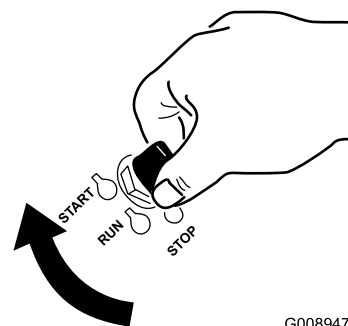

Figure 17
1. Tournez la clé de contact à la position de démarrage (Figure 17). Relâchez la clé quand le moteur démarre.
6. Tournez la clé de contact à la position de démarrage (Figure 17). Relâchez la clé quand le moteur démarre.